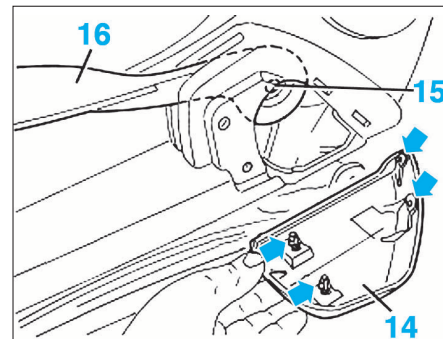
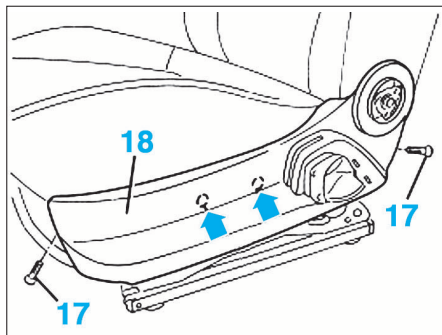

FIG. 15
FIG. 16
- Décliper le cache (14) du levier de réglage en hauteur du siège (Fig.15).
- Déposer la vis de fixation (15) du levier (16).
- Déposer les 2 vis de fixation (17) de la garniture latérale (18) de l'assise du siège (Fig.16).